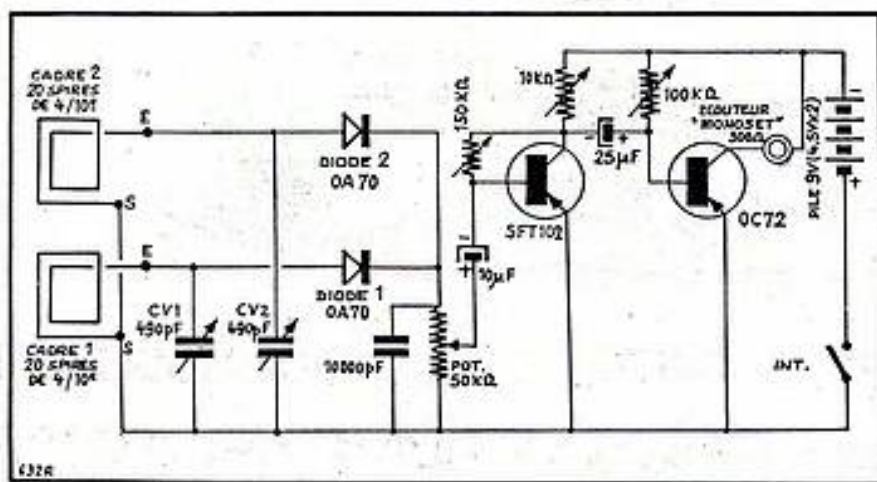

FIG. 8. — Schéma de réalisation.
L'entrée (E) du cadre 1, est branchée aux lames fixes du condensateur variable CV 1 (fig. 8) ainsi qu'à la diode 1 (côté pointe). Sont reliés à la masse (pôle positif de la batterie) = la sortie (S) du cadre 1, la sortie (S) du cadre 2 et les lames mobiles des condensateurs variables CV1 et CV2. L'entrée (E) du cadre 2 est branchée à la diode 2 (côté pointe), ainsi qu'aux